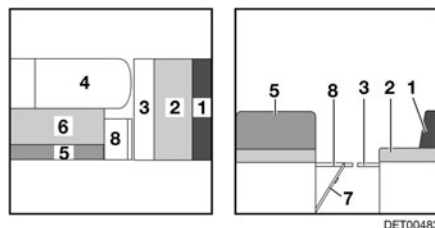

Fig. 123 Durante la transformación
- Plegar la prolongación del banco de asiento (Fig. 123,8) hacia arriba y colocar una cuña con la trampilla.
- Extraer la prolongación del armazón de cama (Fig. 123,3).